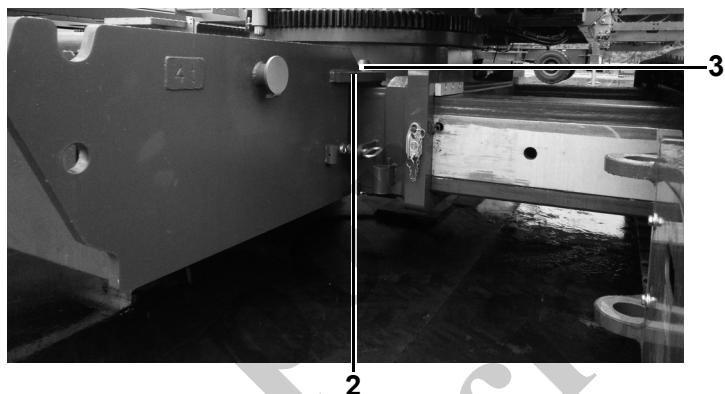

Fig. 111 Lastre de tren de rodaje
- 4 Eleve cuidadosamente el lastre sobre el tren de rodaje. Coloque los tirantes del lastre de tren de rodaje (2, Fig. 111) sobre los pernos (3, Fig. 111).